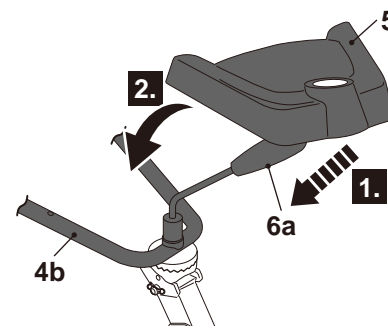

Fig. 10
- > Alinee e inserte la palanca de ajuste (6a) a través del orificio en la cubierta (5) (Fig. 10, paso 1).
- > Alinee e introduzca correctamente los pasadores de fijación de la cubierta (5a) en los orificios de fijación (para la cubierta) (4b) (Fig. 10, paso 2)